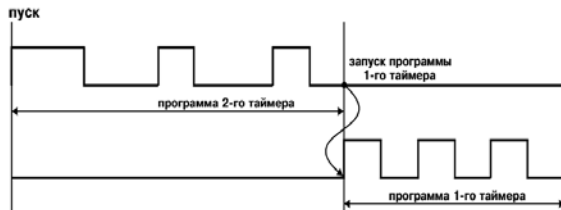

Рисунок 3.19
3.1.7.6 При «rEst» = 5 (установка возможна только при значениях «Inp» = 1, 2 или 3) запуск или перезапуск таймера 1 происходит после окончания выполнения программы таймера 2 (рисунок 3.19).